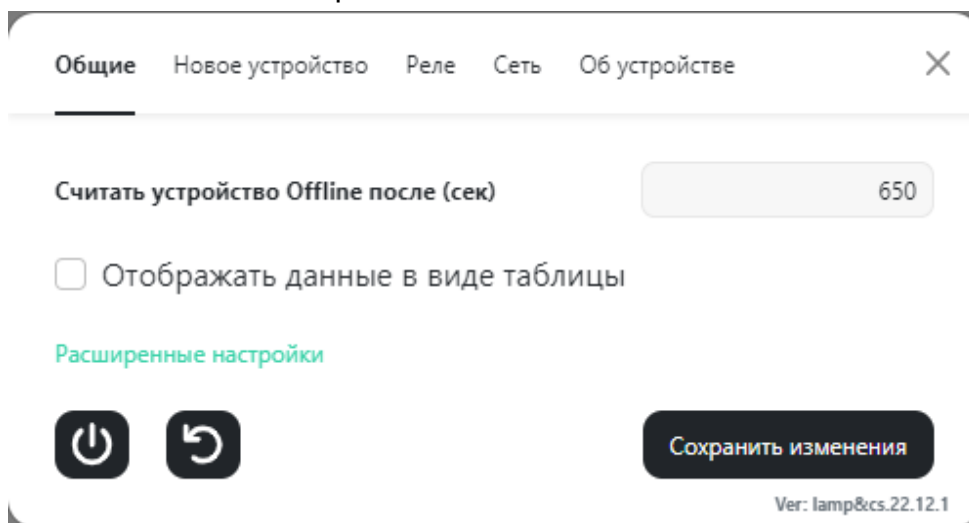
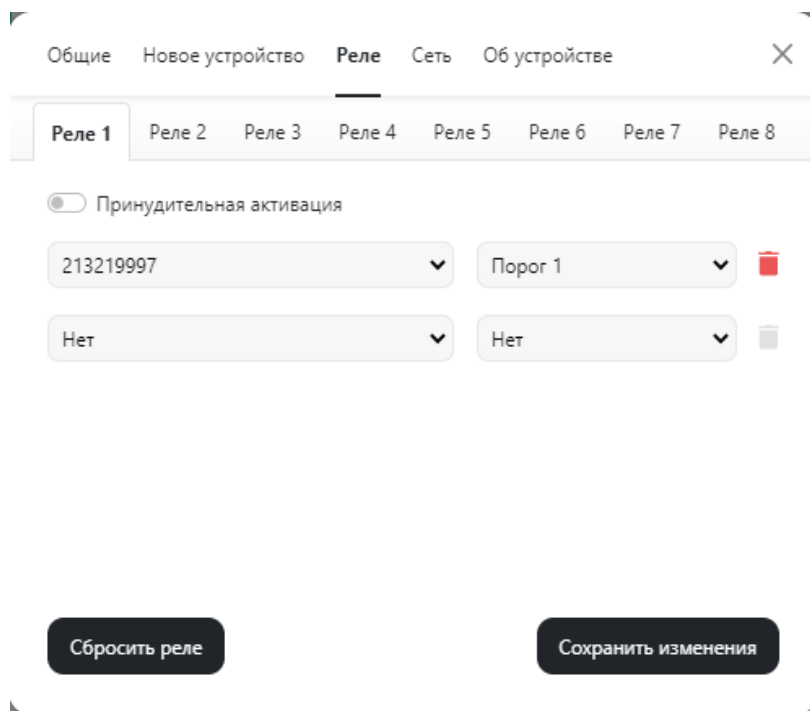
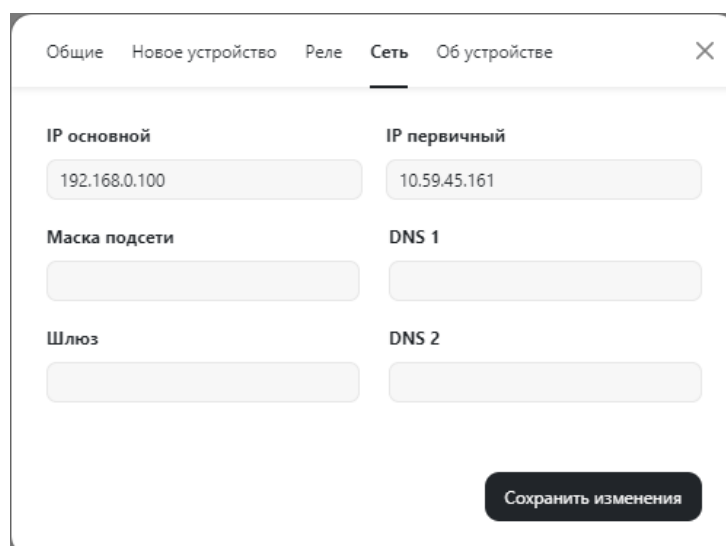
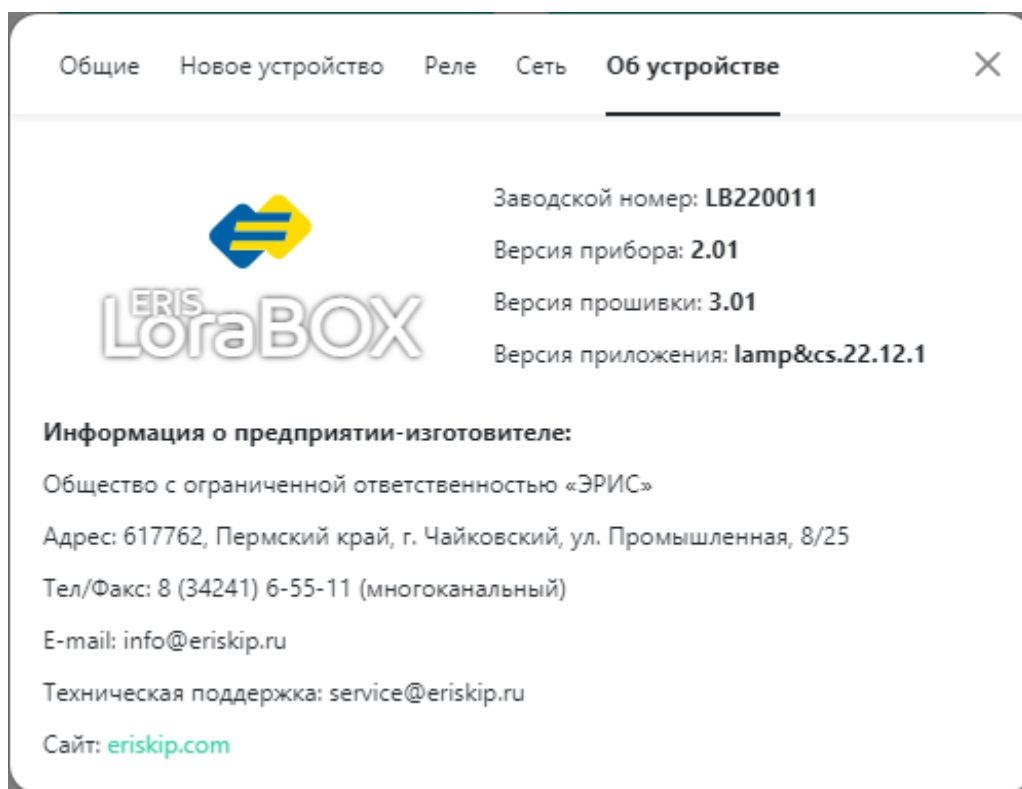

Рисунок 15 – Структура раздела Общие
Рисунок 17 – Структура раздела Реле
Рисунок 18 – Структура раздела Сеть
Рисунок 19 – Раздел Об устройстве
- **Общие** (Рисунок 15), **Новое устройство** (Рисунок 16), **Реле** (Рисунок 17), **Сеть** (Рисунок 18), **об устройстве** (Рисунок 19).
В разделе **Общие** (Рисунок 15) возможны следующие настройки:
В разделе **Реле** (Рисунок 17) возможно:
В разделе **Сеть** (Рисунок 18) необходимо:
В разделе **Об устройстве** (Рисунок 19) отображается: заводской номер LoraBOX; версия прибора, версия прошивки, версия приложения и информация о предприятии изготовителе.